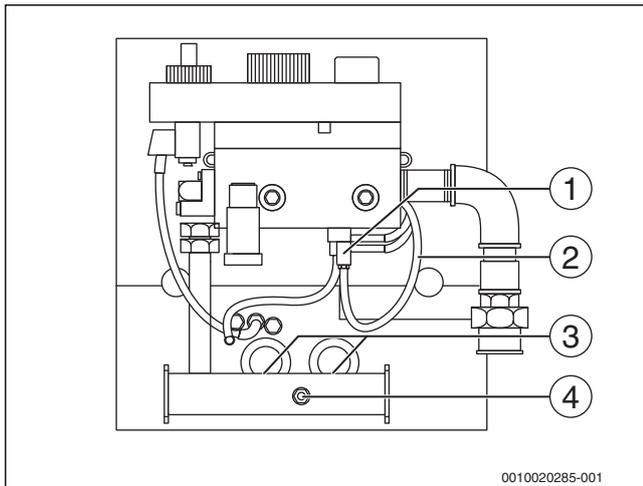

Bild 25 Heizeinsatznische
- ▶ Zündgasleitung (→ Bild 25, [2]) und Thermoelement [1] an der Armatur lösen.